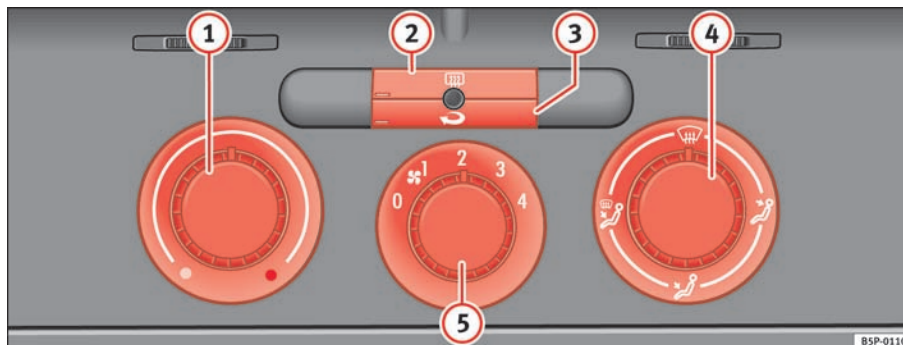

Fig. 121 På instrumentpanelet: betjenings-elementer til varmeanlæg
- Du kan indstille temperatur, luftfordeling og blæsertrin ved hjælp af kontakterne ⇒ fig. 121 (1), (4) og (5).
- Tryk på den pågældende knap (2) eller (3) for at aktivere eller deaktivere en funktion. Når funktionen er aktiveret, er der lys nederst til venstre på knappen.